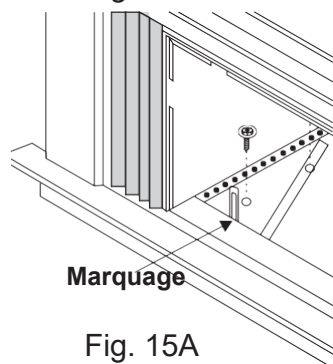

Fig. 15A
- Maintenez chaque support encastré contre l'extérieur de l'appui, puis serrez le bas du caisson, comme indiqué dans la Fig. 15A. Marquez l'emplacement supérieur des supports sur l'appui et retirez-les.